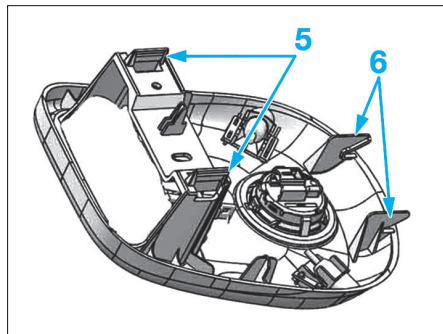

Fig. 93
- Décliper les agrafes (5) en tirant l'avant vers le bas (Fig.93).